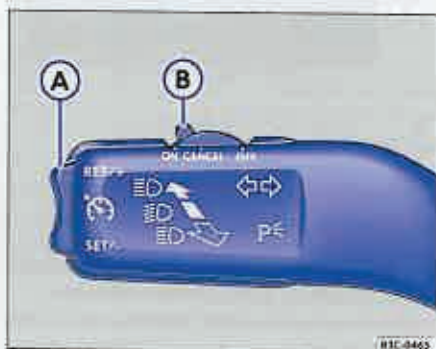

Fig. 32 Maneta pentru lumina de semnalizare și lumina de drum: Tasta A și comutatorul B pentru CVC.
- Deplasați comutatorul → fig. 32 B în poziție centrală (CANCEL).